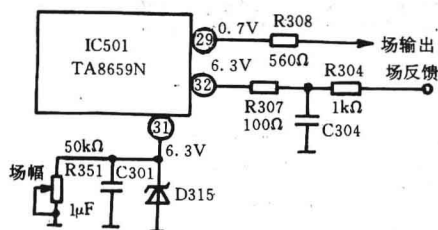

图 3 东芝 2500XH 型彩电场扫描脉冲形成电路
行场扫描振荡电路 IC 501 (如图 3) 的 ②⑨ 脚为场扫描脉冲输出脚, ⑩脚为场锯齿波电压形成脚,利用 C301 的充放电将产生 $2V_{PP}$ 场频锯齿波, ⑪脚为场反馈信号输入脚。